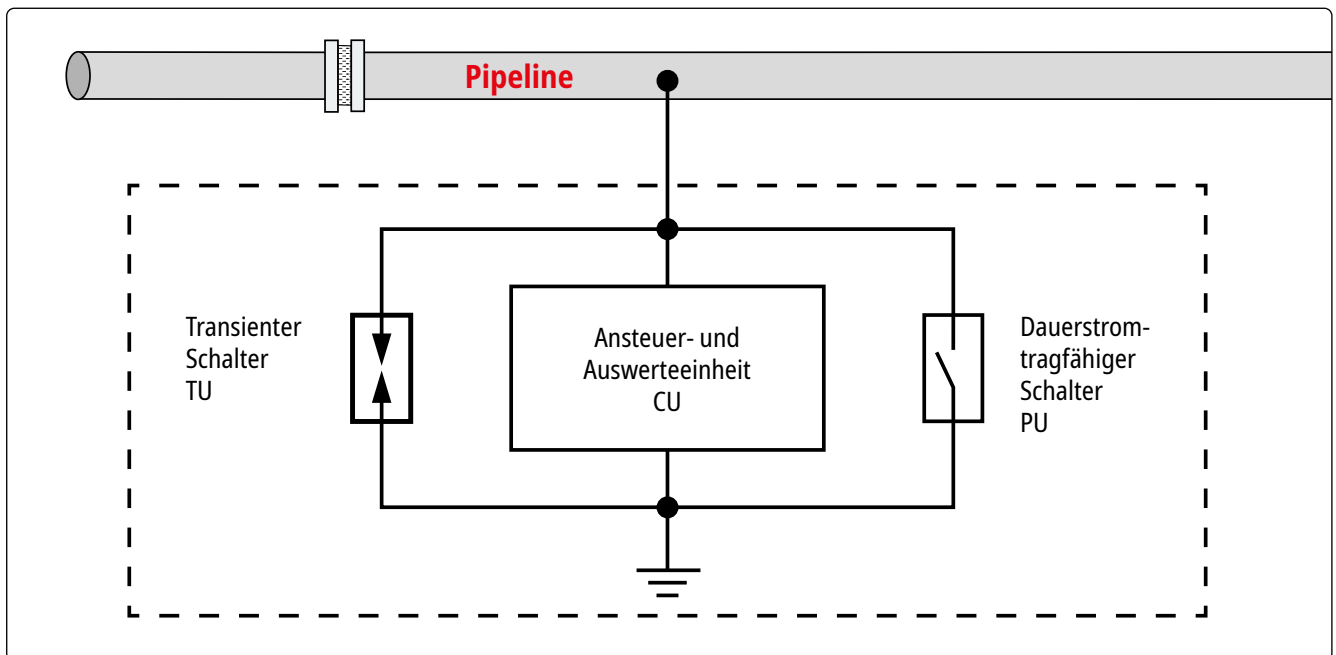
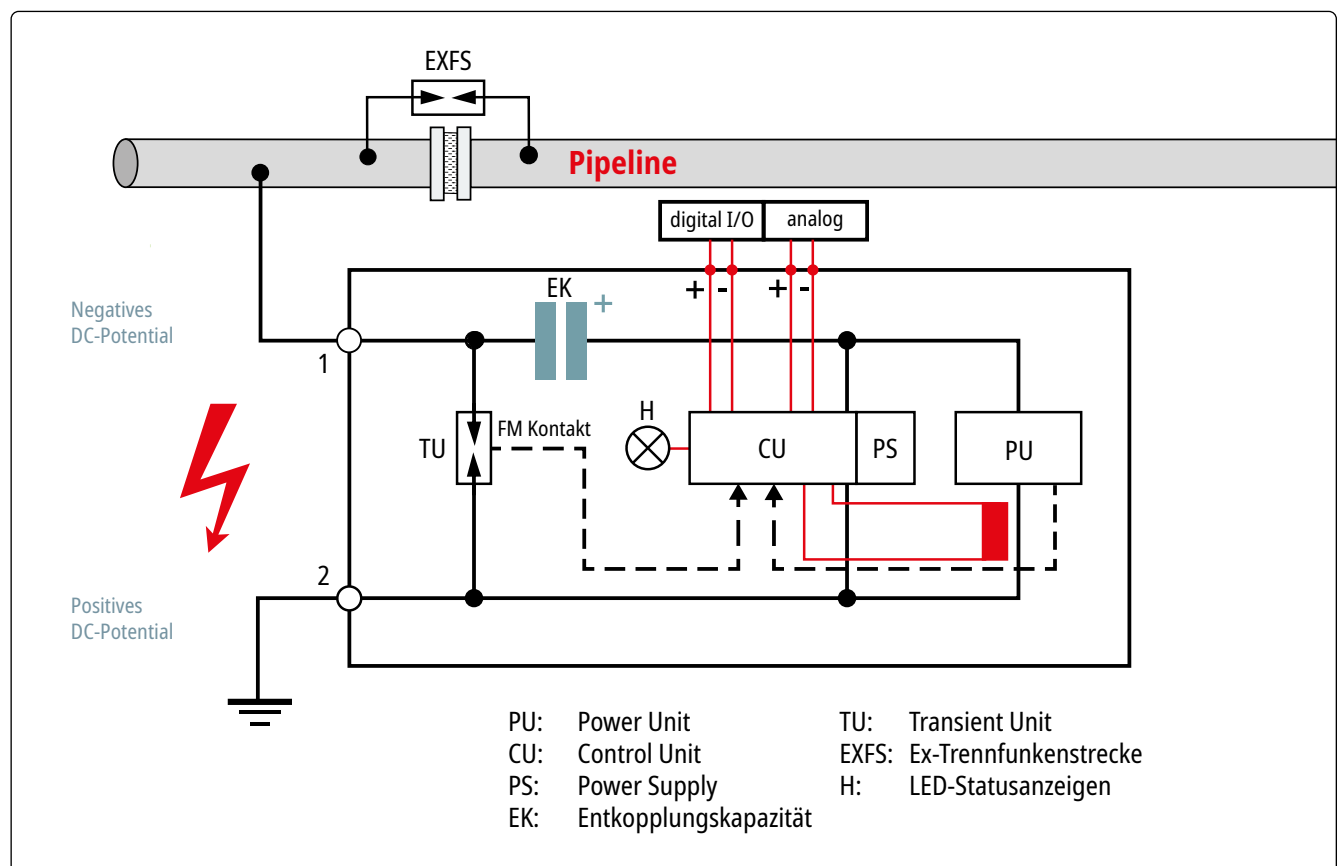

Bild 2 Funktionsgruppen
Bild 3 Funktionseinheiten
Die Spannungsgesteuerte Abgrenzeinheit Typ **VCSD** – Voltage-controlled smart decoupling device wird in elektrischen Systemen mit einem hohen Ausbreitungs- und Vernetzungsgrad, die durch Fremdspannungen von unterschiedlichen Störquellen (z.B. Hochspannungssysteme, Bahnstromversorgungssysteme, Niederspannungssysteme, Blitzbeeinflussung) beeinflusst werden, eingesetzt (siehe auch Bild 2 und Bild 3, Seite 6).
Die Auswerteelektronik (CU) wertet verschiedene Sensorsignale aus und koordiniert so das Zusammenspiel der einzelnen Funktionseinheiten (siehe Bild 3).